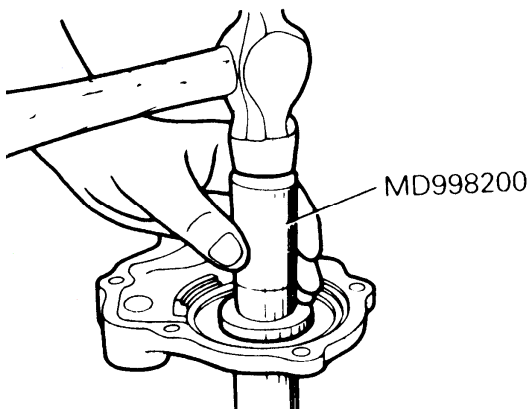

图 3-58 安装油封
(5) 如图 3-58 所示，在安装油封时，应对油封唇部涂敷润滑脂，然后再用专用工具将油封敲入。